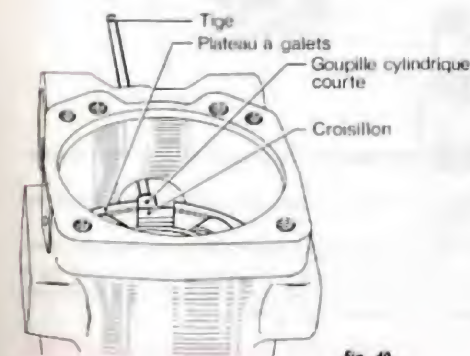

Fig. 40.
- Introduire la goupille cylindrique courte dans le croisillon (utiliser une tige) jusqu'à ce qu'elle bute sur le plateau à galets (fig. 40).